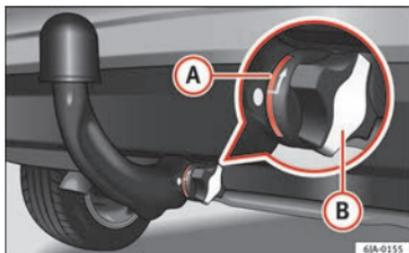

Fig. 199 Fixation correcte de la barre à boule d'attelage.
- La marque rouge **(A)** » » fig. 199 sur la molette pointe vers la marque blanche sur la barre à boule d'attelage.